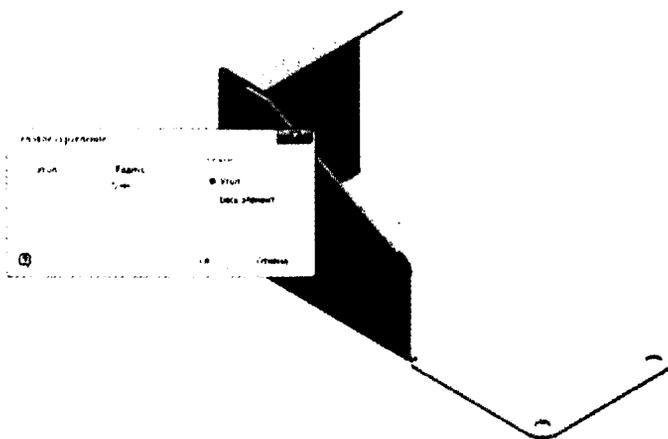

Рис. 10.23. Угловое скругление имеет те же ограничения, что и угловая фаска
6. Выберите ребро, как показано на рис. 10.23, установите значение радиуса **5 мм**, нажмите **ОК**, чтобы добавить сопряжение.